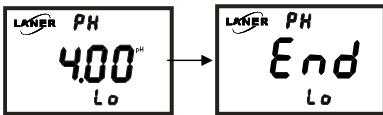

图 7-10
2、按 ▲键或▼键将数值调至控制所需的数值，然后按 ENT 键确认，仪表显示低点控制调节结束。显示如图 7-10 所示：